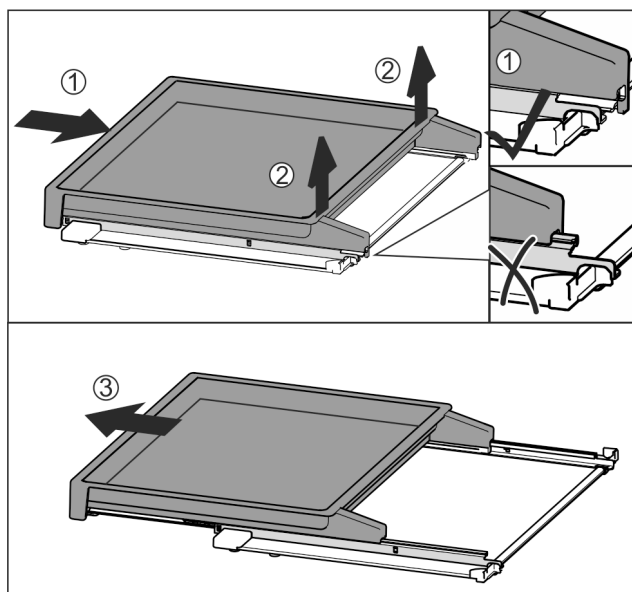

Fig. 174
- ▶ 将拉出式搁板完全推入 Fig. 174 (1)。
- ▶ 松开后端的卡扣 Fig. 174 (2)。
- ▶ 向前取出拉出式搁板 Fig. 174 (3)。